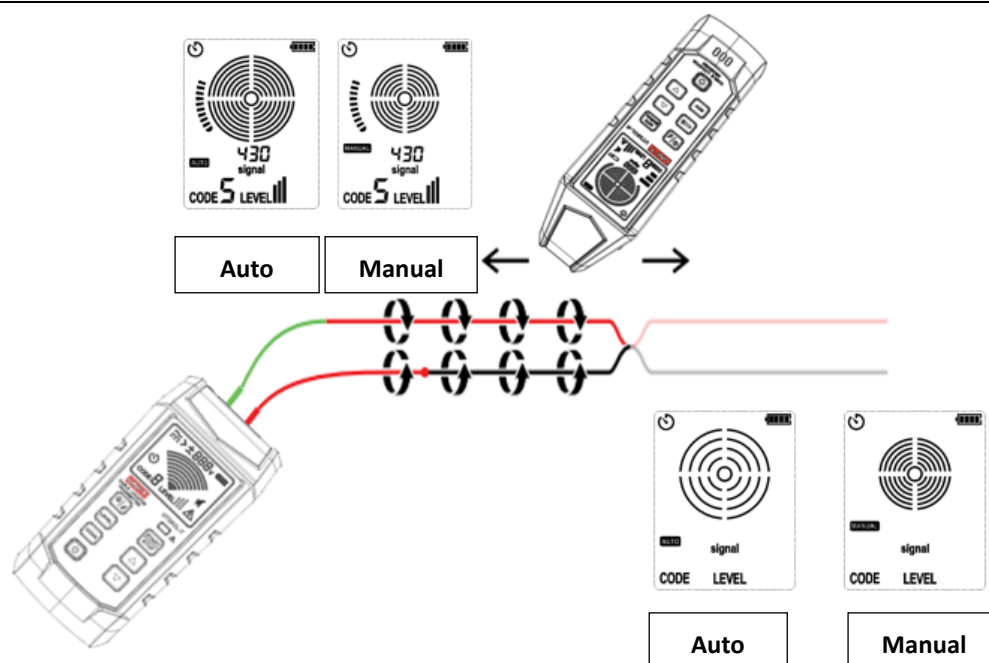

Figura 8.3.1a Identificar los cortocircuitos mediante el cable de seguimiento
1. Conecte el cable de prueba del transmisor al circuito, como se muestra en el Figura 8.3.1a.